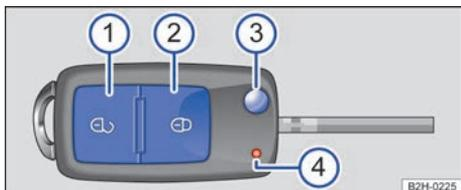

Fig. 14 Llave del vehículo.
Legenda de la fig. 14:
Cuando se pulsa alguna tecla de la llave, el testigo de control → fig. 14 ④ parpadea. Si no lo hace, hay que cambiar la pila de botón de la llave → página 31.
i Si se pulsan las teclas de la llave del vehículo → fig. 14 o una de las teclas del cierre centralizado → página 31 varias veces muy seguidas, el cierre centralizado se desconecta brevemente a modo de protección contra sobrecarga. El vehículo está entonces desbloqueado. En caso necesario, bloquéelo.